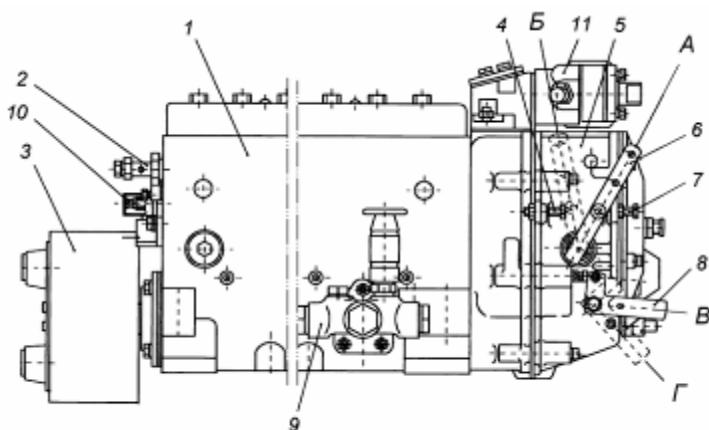
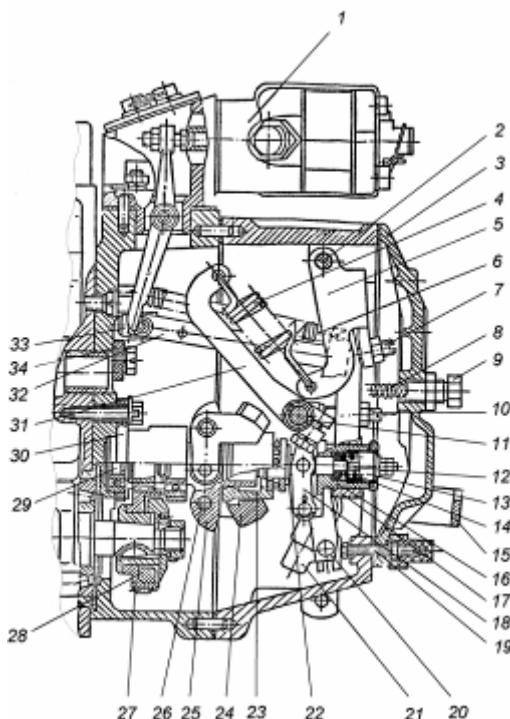

Рис. 20. Топливный насос высокого давления:
Рис. 22. Регулятор частоты вращения:
Далее через каналы в блоке часть масла через втулку (дроессель с калиброванным отверстием) поступает к форсункам охлаждения поршней и затем сливается в картер. Другая часть поступает в масляный фильтр (рис. 20). В корпусе фильтра установлен перепускной клапан. Когда разность давлений до и после фильтра достигает $200\ldots250$ кПа ($2,0\ldots2,5$ кгс/см²), клапан открывается и часть неочищенного масла подается непосредственно в масляную магистраль. К моменту начала открытия перепускного клапана произойдет замыкание подвижного и неподвижного контактов сигнализатора. В этот момент в кабине водителя загорается сигнальная лампочка, соединенная с клеммой сигнализатора. Такое повышение давления может произойти тогда, когда засорен элемент фильтра или масло имеет большую вязкость (например, при пуске двигателя в холодное время года).
Топливный насос в сборе показан на рис. 20. С топливным насосом высокого давления в одном агрегате объединены регулятор частоты вращения 5, топливоподкачивающий насос 9 и демпферная муфта.
Связь секций с регулятором частоты вращения насоса осуществляется через рейку. Рейка топливного насоса перемещается в направляющих втулках, запрессованных в корпусе насоса. На выступающем из насоса конце рейки имеется болт 10 (рис. 20), которым она упирается в защитный колпачок при положении рейки перед пуском двигателя. При вывертывании болта из рейки пусковая подача уменьшается.
Регулятор частоты вращения 5 (рис. 20) механический всережимный прямого действия с повышающей передачей на привод грузов, предназначен для поддержания заданного водителем скоростного режима работы двигателя путем автоматического изменения количества подаваемого топлива в зависимости от изменения нагрузки на двигатель. Кроме того, регулятор ограничивает максимальную частоту вращения двигателя и обеспечивает работу двигателя в режиме холостого хода. Регулятор имеет устройство для выключения подачи топлива в любой момент независимо от режима работы двигателя. Автоматически поддерживая скоростной режим при изменяющихся нагрузках, регулятор обеспечивает экономичную работу двигателя. Устройство регулятора частоты вращения показано на рис. 22.
На валик напрессована державка грузов 25 (рис. 22), на осях 26 которой находятся грузы 24. Грузы своими роликами упираются в торец муфты 23, которая через упорный подшипник
Муфта 23 с упорной пятой 22 в сборе одним концом опирается на направляющую поверхность державки, а за второй конец подвешена на рычаге 18 отрицательного корректора, закрепленном на втулке 16 отрицательного корректора. Пята муфты грузов связана через узел отрицательного корректора с рычагом рейки 20 и через тягу 32 с рейкой топливного насоса. К верхней части рычага рейки присоединена пружина 6 рычага рейки, удерживающая рейку насоса в положении, соответствующем максимальной подаче, что обеспечивает увеличенную подачу топлива при пуске двигателя. В нижнюю часть рычага рейки запрессован палец, который входит в отверстие ползуна кулисы 21. Вал 11 рычага регулятора жестко связан с рычагом управления 6 (рис. 20) и рычагом пружины 31 (рис. 22). Перемещение рычага управления регулятором ограничивается двумя болтами 4 и 7 (рис. 20). За рычаг пружины 31 (коротким зацепом) (рис. 22) и двуплечий рычаг 5 (длинным зацепом) зацеплена пружина регулятора 4, усилие которой передается с двуплечего рычага на рычаг регулятора через винт - 7 двуплечего рычага. В рычаг регулятора ввернут регулировочный болт 10, который упирается в вал рычага пружины и служит для регулировки номинальной подачи топлива. В нижней части рычага регулятора расположено корректирующее устройство (12,13,14,16,18) с отрицательным корректором, предназначенного для формирования внешней скоростной характеристики ТНВД и крутящего момента двигателя. Рычаг регулятора снабжен боковой накладкой, удерживающей втулку 16 обратного корректора и упорную пяту 22 от проворота. Кроме того, хвостовик болта крепления боковой накладки, входя в боковой продольный паз втулки предохраняет ее от выпадания из расточки рычага. Упор 34, закрепленный на корпусе регулятора, не позволяет рычагу пружины 31 опасно приближаться к врачающимся грузам. Для полного выключения подачи топлива служит механизм останова, состоящий из кулисы 21, скобы 15 и возвратной пружины. Во время работы кулиса прижата усилием возвратной пружины к регулировочному винту 19.
- 1 Минимальная частота вращения холостого хода регулируется болтом 7 (рис. 20) и корпусом буферной пружины 9 (рис. 22);
- 2 Максимальная частота вращения холостого хода (начало выброса рейки) регулируется болтом 4 (рис. 20).
- 3 Номинальная мощность (подача) регулируется болтом 10, подрегулируется винтом 19 (рис. 22).
- 4 Предварительное натяжение пружины (разность оборотов конца и начала выброса рейки) регулируется винтом 7 (рис. 22).
- 5 Подача топлива при 500 мин^{-1} регулируется гайкой обратного корректора 12 (рис. 22):
- 6 Предварительное натяжение пружины обратного корректора (обороты начала срабатывания корректора) регулируется корпусом корректора 13 (рис. 22).
Топливоподкачивающий насос 9 (рис. 20) – поршневого типа предназначен для подачи топлива из топливного бака через фильтры грубой и тонкой очистки к топливному насосу высокого давления. Производительность топливоподкачивающего насоса в 3..4 раза превышает производительность топливного насоса высокого давления, что гарантирует стабильность процесса топливоподачи от цикла к циклу.